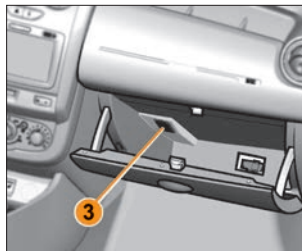

Рис. 4.5.3. Плафон освещения вещевого ящика
*В варианном исполнении* вещевого ящик освещается плафоном **3** (рис. 4.5.3).